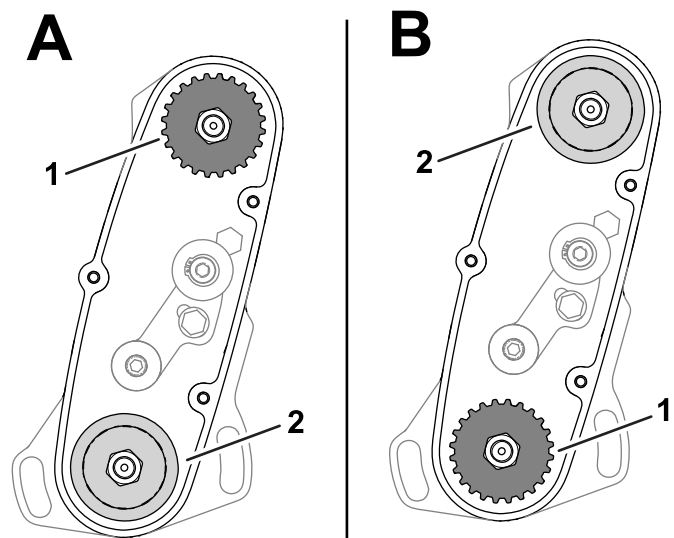

Figura 14
- Posición **ALTA**: “A” en la Figura 14
- Posición **BAJA**: “B” en la Figura 14